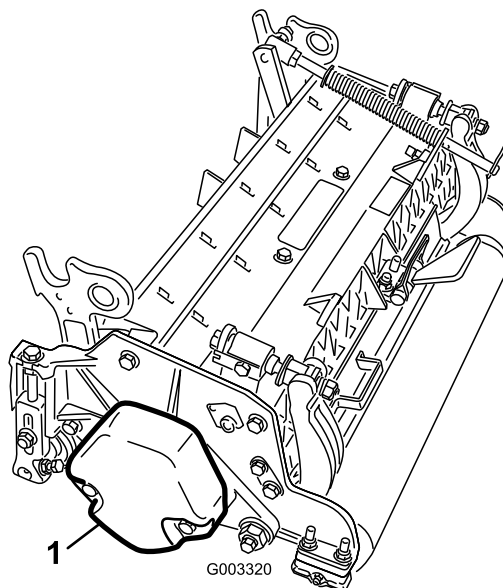

Figura 3
4. Certifique-se de que o contrapeso (Figura 3) está instalado na extremidade adequada da unidade de corte conforme descrito nas *Instruções de instalação* do contrapeso.